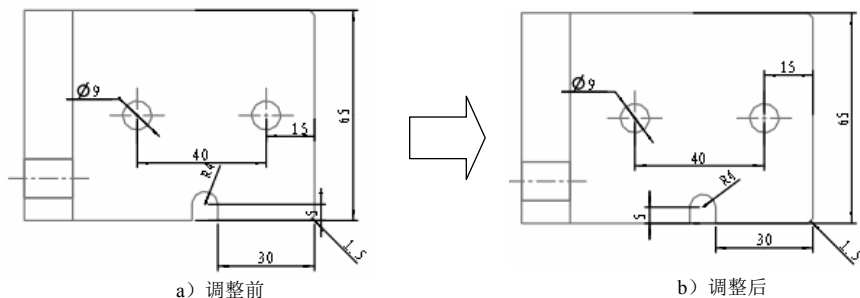

图 10.11.23 调整俯视图中各尺寸的位置
(2) 用相同的方法调整其余尺寸的位置。
Step6. 调整俯视图中各尺寸的位置 (图 10.11.23)。